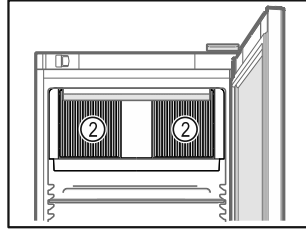

Fig. 62
- Lüftungsschlitze Fig. 62 (2) des Umluftgebläses im Innenraum freihalten.